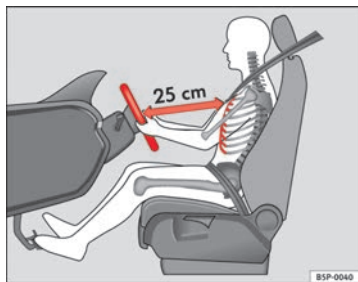
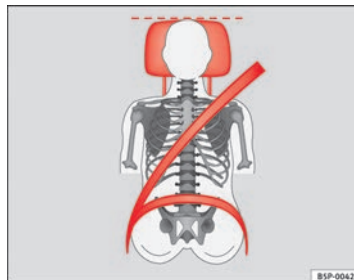

Abb. 28 Der richtige Abstand des Fahrers zum Lenkrad.
Abb. 29 Richtiger Gurtbandverlauf und richtige Kopfstützeinstellung.
- Sitzeinstellung so vornehmen, dass der Abstand zwischen Lenkrad und Brustbein mindestens 25 cm beträgt ⇒ Abb. 28 und das Lenkrad mit beiden Händen und leicht gebeugten Armen seitlich am äußeren Rand festgehalten werden kann.
- Fahrersitz in Längsrichtung so einstellen, dass die Pedale mit leicht angewinkelten Beinen durchgetreten werden können und der Abstand zur Instrumententafel im Kniebereich mindestens 10 cm beträgt ⇒ **Abb. 28**.
- Kopfstütze so einstellen, dass die Oberkante der Kopfstütze sich möglichst auf einer Linie mit dem oberen Teil des Kopfs – jedoch nicht niedriger als Augenhöhe – befindet. Hinterkopf stets so nah wie möglich an der Kopfstütze positionieren ⇒ **Abb. 28** und ⇒ **Abb. 29**.
Den richtigen Abstand zwischen Fahrer und Lenkrad ⇒ Abb. 28 mit Hilfe der Bedienelemente am Fahrersitz einstellen ⇒ Seite 51.